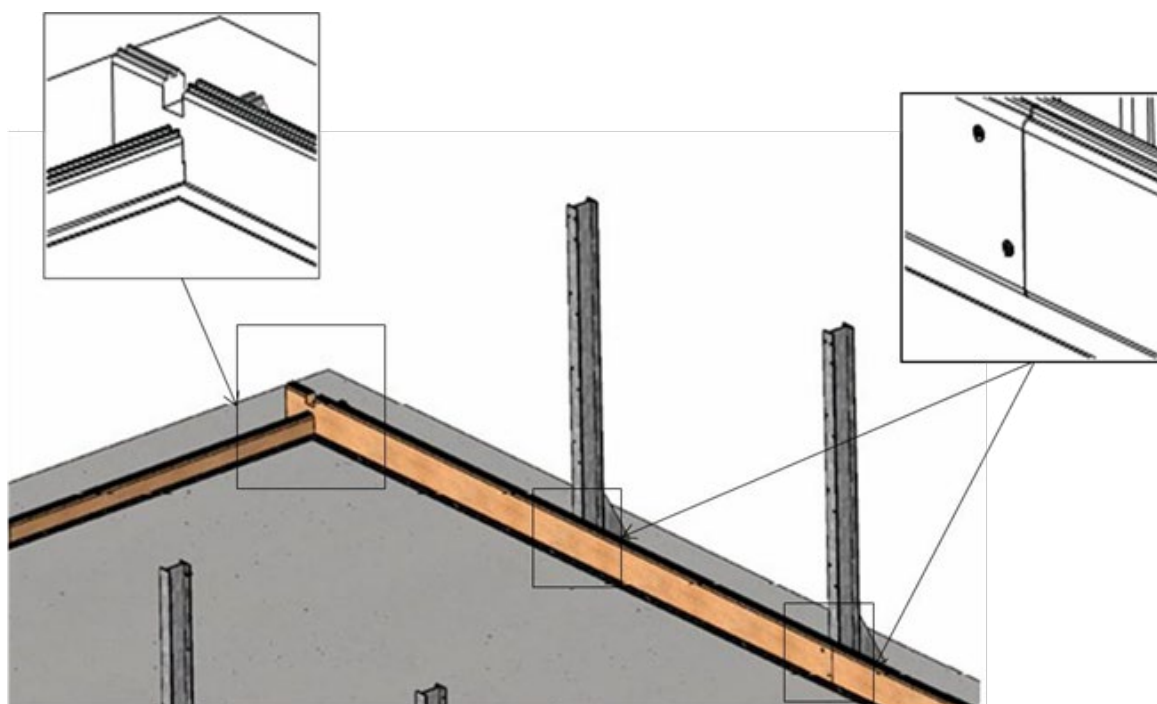

Figura 10 – Bloqueo de tablones entre ellos
- entre ellas como se indica en la *Figura 10*, usando 2 tornillos por par de tablas, y a ambos lados, cada uno con 10 tablas de altura, para un total de 80 tornillos de cabeza avellanada torx 5 × 40 de acero inoxidable A4 roscados 25 mm (bolsa C).